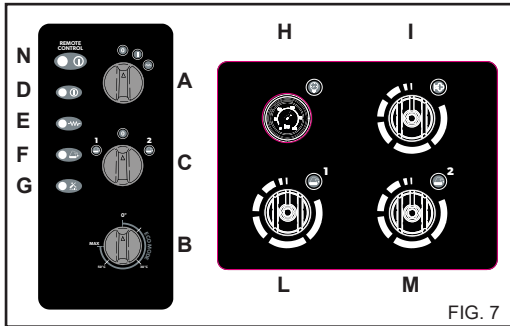

FIG. 7
2) Accione a máquina de jacto de água a alta pressão, selecione através do selector C) fig. 7 o tipo de produto a utilizar ("1" ou "2") e abra a respectiva torneira do detergente, ref. L) para o produto n.º "1" ou ref. M) para o produto "2" (fig. 7), rodando o botão no sentido contrário ao dos ponteiros do relógio. Pulverize a superfície a lavar, de baixo para cima.
3) Coloque o selector do produto detergente C) fig. 7 na pos. "0". Feche as torneiras de regulação, rodando os botões no sentido dos ponteiros do relógio.